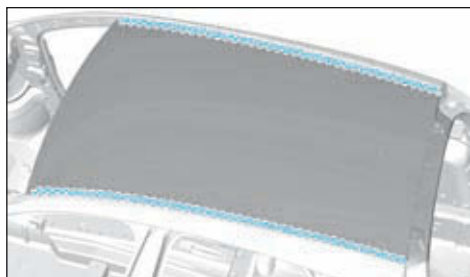

FIG.132
• Effectuer les opérations suivantes (si nécessaire) (Fig.132) :